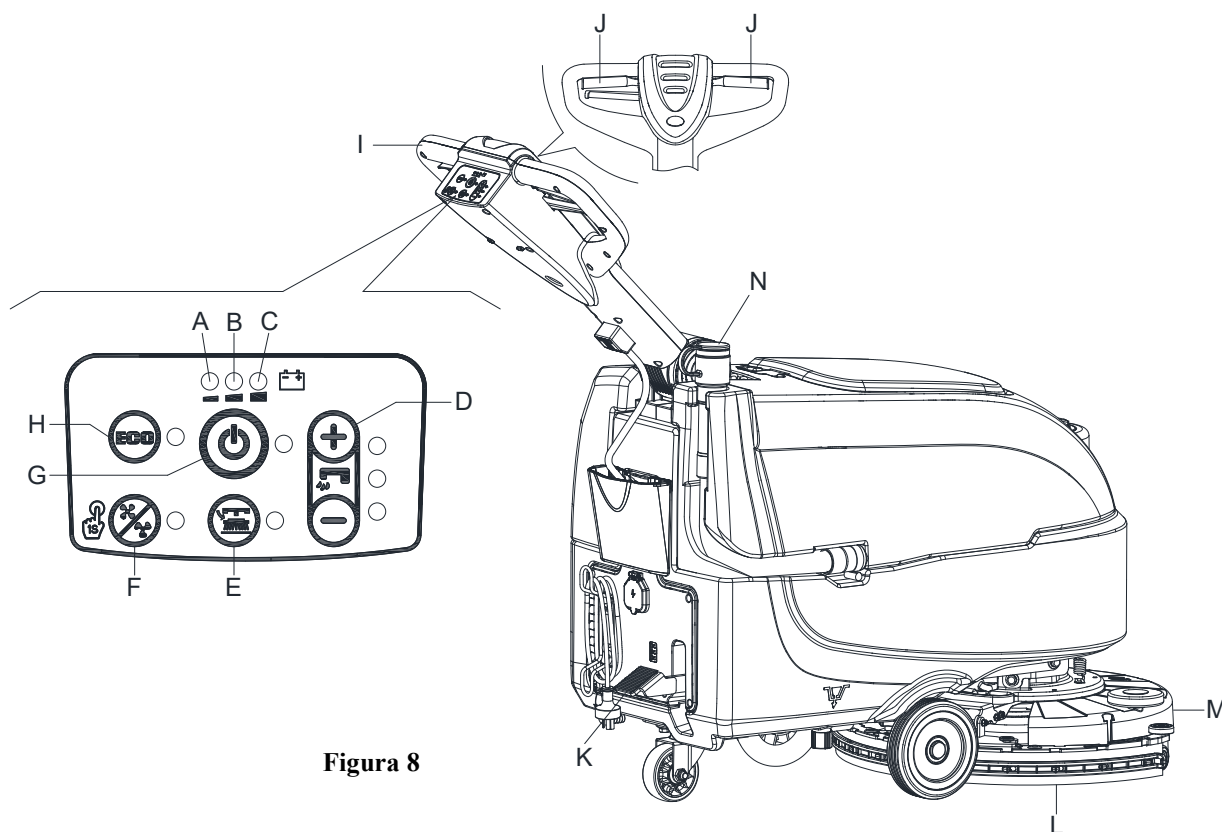
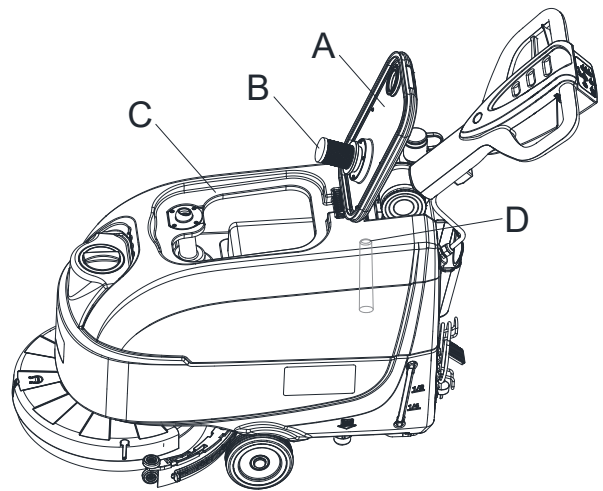

Figura 8
Figura 10
2. Duceți mașina spre zona de curățat, împingând-o cu mâinile pe ghidon (I, Figura 8).
3. Coborâți puntea suportului periei/lavetei (M, Figura 8) și racleta (L) ridicând pedala (K).
4. Apăsăți comutatorul de pornire (G, Figura 8). Verificați ca LED-ul verde (C) să se aprindă (baterie încărcată). Dacă se aprinde LED-ul galben (B) sau roșu (A), acționați comutatorul de alimentare în poziția „închis” (G, Figura 8) și încărcați bateriile (vedeți procedura în capitolul Mentenanță).
5. Apăsăți comutatoarele de control al debitului apei de spălare (D, Figura 8) după cum este necesar, în funcție de tipul de curățare ce urmează a se executa.
6. Începeți curățarea apăsând mașina cu mâinile de pe ghidon (I) și apăsând pârghia de comutare de siguranță (J).
Pentru a deplasa mașina înainte, apăsați pârghia de comutare de siguranță din stânga sau dreapta (J, Figura 8) sau ambele.
2. În timp ce țineți ghidonul cu ambele mâini, apăsați pârghia de comutare de siguranță (J, Figura 8), apoi manevrați mașina și începeți să rașchetați/uscați podeaua.
Când LED-ul verde (C, Figura 8) este aprins, bateriile permit mașinii să funcționeze normal. Când LED-ul verde (C) se stinge, iar LED-ul galben (B) se aprinde, se recomandă să încărcați bateriile, deoarece nivelul rămas va dura câteva minute (în funcție de caracteristicile bateriei și de activitatea care trebuie efectuată). Dacă se aprinde LED-ul roșu (A), bateriile sunt complet descărcate. După câteva secunde, suportul pentru perie/lavetă este oprit automat.
Un sistem de închidere automată, cu flotor, (B, Figura 10) va bloca sistemul de aspirare când rezervorul de apă recuperată (C) este plin. Dezactivarea aspirării va fi semnalizată printr-o creștere bruscă a frecvenței zgomotului motorului de aspirare, iar podeaua nu va mai fi uscată.
Dacă sistemul de aspirare se oprește în mod accidental (de exemplu, când flotorul este activat ca urmare a unei mișcări bruște a mașinii), pentru a relua funcționarea: închideți sistemul de aspirare, apăsând comutatorul (G, Figura 8), apoi deschideți capacul (A, Figura 10) și verificați ca flotorul din interiorul grătarului (B) să coboare la nivelul apei. Apoi închideți capacul (A) și porniți sistemul de aspirare apăsând comutatorul (G, Figura 8).
Când rezervorul de apă recuperată (C, Figura 10) este plin, goliți-l respectând următoarea procedură.
2. Ridicați puntea suportului periei/lavetei (M, Figura 8) și racleta (L) apăsând pedala (K).
4. Goliți rezervorul de apă recuperată cu ajutorul furtunului (N, Figura 8). Apoi, clățiți rezervorul de apă recuperată (C, Figura 10) cu apă curată.
5. Scoateți capacul rezervorului apei recuperate (A, Figura 10) și curățați interiorul capacului și grătarul flotorului de filtrare (B) cu apă curată.
6. Verificați rezervorul de recuperare (D, Figura 10) pentru a identifica orice blocaj cu corpuri străine și curățați-l.